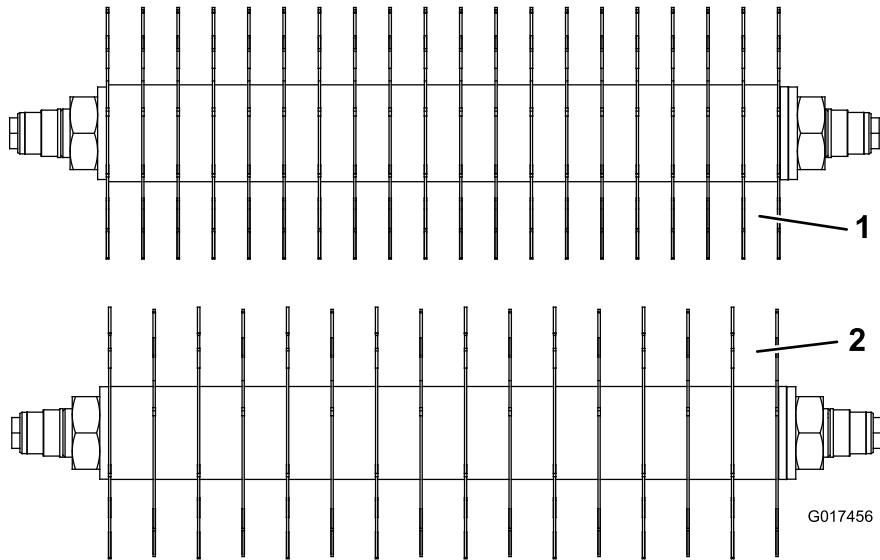

Рисунок 14
Чтобы изменить стандартную конфигурацию вертикултера с 1,25-дюймовым разделением ножей на 1-дюймовое, необходимы дополнительные разделители (19), номер детали 93-3092, а также дополнительные карбидные ножи (4), номер детали 106-8625 или дополнительные (4) стандартные ножи, номер детали 93-3038-03 (Рисунок 14).